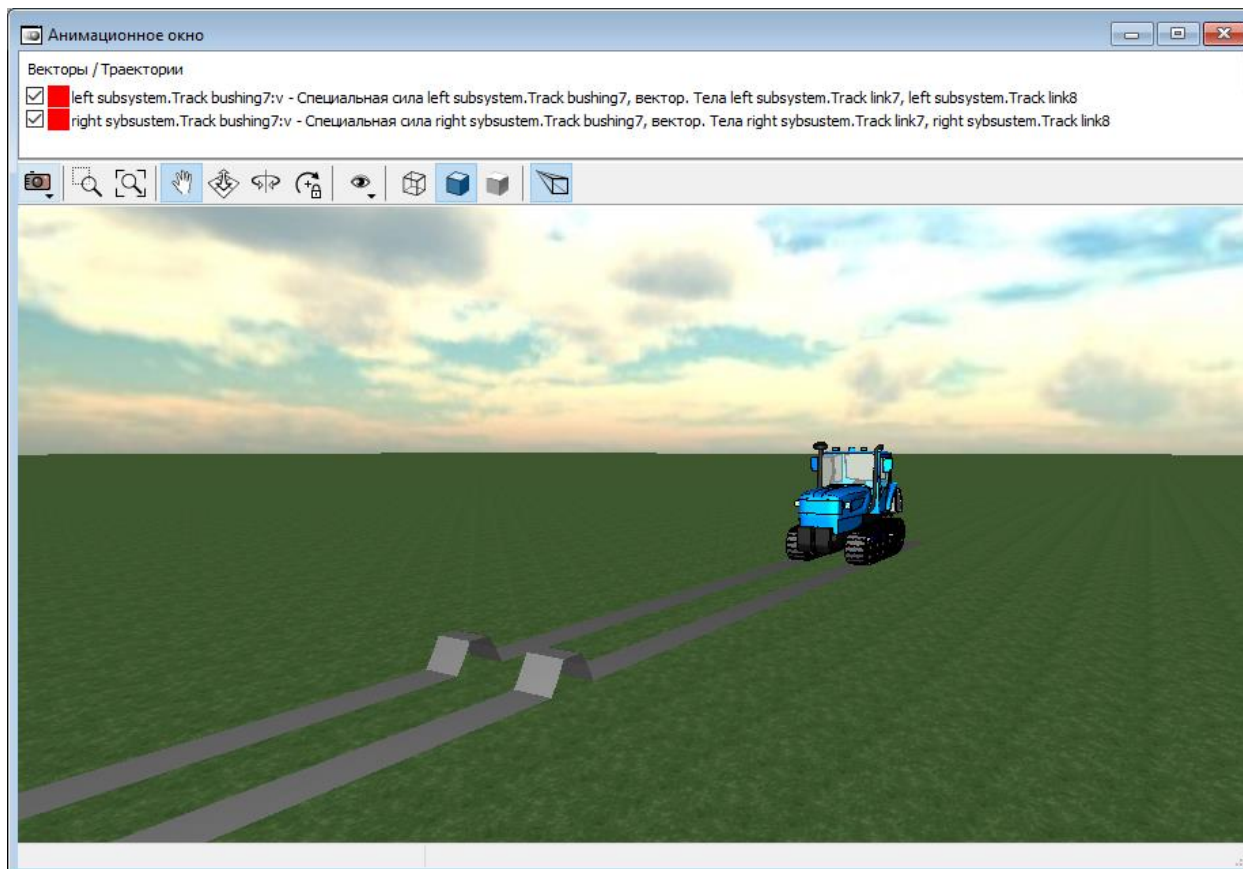

Рис. 22. Отображение единичной неровности в анимационном окне
2. Загрузим новую конфигурацию. Выберите пункт меню **Файл | Загрузить конфигурацию | lab_4.2**. Загрузилась новая конфигурация с единичной неровностью (рис. 22).